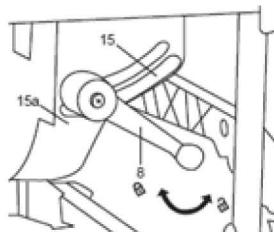

Fig.6
- > Gire la perilla de bloqueo del bisel (8) en sentido antihorario para aflojarla. (Fig. 6)
- > Deslice la perilla de bloque del bisel al ángulo deseado mostrado en la escala de ángulo de bisel (15) para ajustar el ángulo de la hoja de sierra (2). (Fig. 6).
- > Apriete los tornillos de bloqueo del bisel (8) una vez haya configurado el ángulo deseado. El ángulo de inclinación ajustado puede leerse en la escala (15) utilizando el indicador (15a).